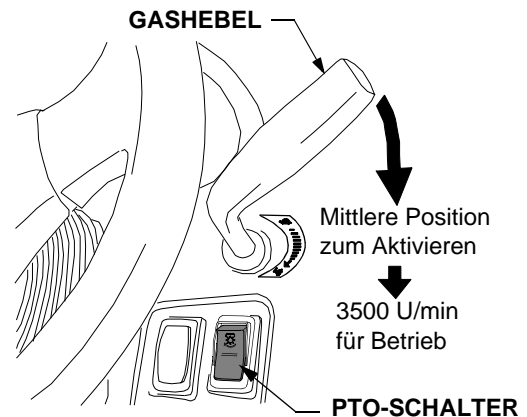

Abbildung 20
- Den Gashebel auf die mittlere Position drehen. Siehe Abbildung 20.
- Den oberen Teil des PTO-Schalters nach unten drücken, um die PTO einzuschalten (Siehe Abbildung 20). Das PTO-Symbol im Cockpit beginnt zu leuchten.